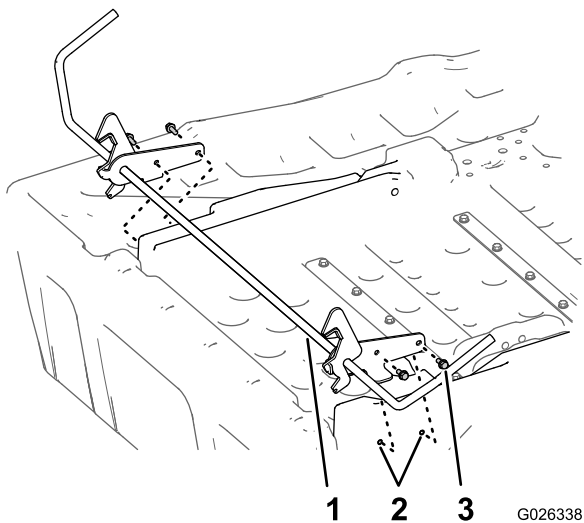

Рисунок 10
1. Совместите отверстия входящей в комплект защелки в сборе с резьбовой вставкой в новом грузовом кузове (Рисунок 10).
2. Присоедините защелку к грузовому кузову с помощью 4 болтов с фланцевыми головками (5/16 x 3/4 дюйма); см. Рисунок 10.